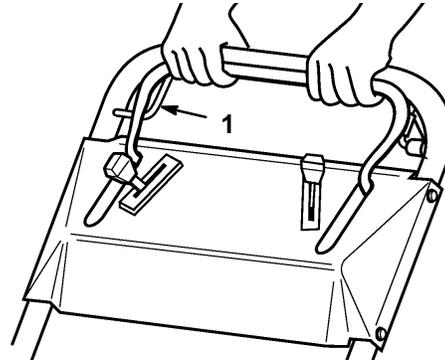

Figure 18
3. Pour engager le système d'autopropulsion, serrer et maintenir la barre de commande de traction contre le guidon (Fig. 18).